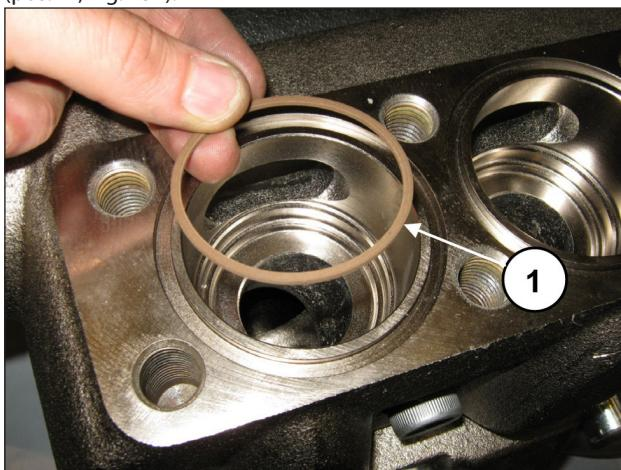

Fig. 154
Introducir la anilla anti extrusión, pos. dibujo desglosado 23 (pos. ①, Fig. 154).